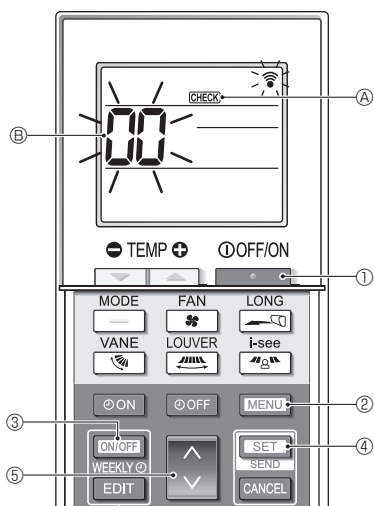

Fig. 7-6
■ Autokontrola (Fig. 7-6)
- Nacisnąć przycisk ①, aby wyłączyć klimatyzator.
- Jeśli programator tygodniowy jest włączony (jest wyświetlana ikona), należy nacisnąć przycisk ③, aby go wyłączyć (nie jest wyświetlana ikona).
- Nacisnąć przycisk ② na 5 sekund.
- Nacisnąć przycisk ⑤, aby wybrać adres czynnika chłodniczego (adres M-NET) ⑥ jednostki wewnętrznej, dla której ma zostać przeprowadzona autokontrola.
- Nacisnąć przycisk ④.
- Nacisnąć przycisk ①.
- Ikona A i adres czynnika chłodniczego (adres M-NET) ⑥ znikną i autokontrola zostanie zakończona.